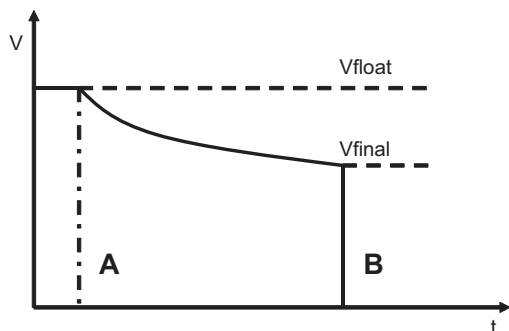

Рисунок 8.1 Разрядка: напряжение батареи и время разрядки
При разрядке в условиях, когда в зарядном устройстве отсутствует питание от сети (пост. ток), зарядное устройство разряжает батарею до V_{final} . При V_{final} активируется защита от пониженного напряжения: зарядное устройство отключается (импульсная реакция), и отключаются все выходы. См. Рисунок 8.1.
- V_{final} активируется защита от пониженного напряжения: зарядное устройство отключается (неимпульсная реакция), и отключаются все выходы. См. Рисунок 8.1